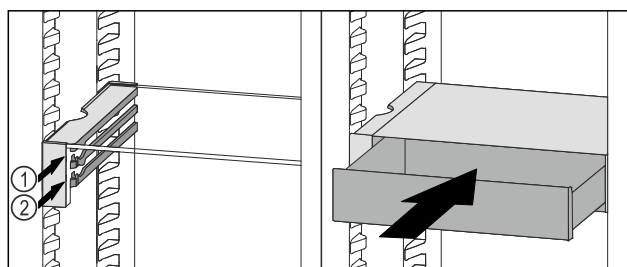

Fig. 109
- ▶ Поставете чекмеджето на VarioSafe зад ограничителите върху желаното ребро *Fig. 109 (1)* или *Fig. 109 (2)*.